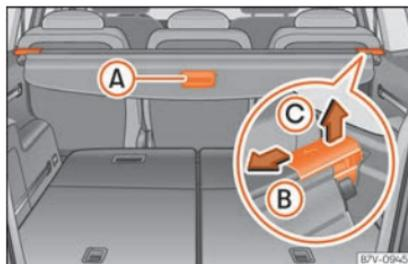

Fig. 168 Dans le coffre à bagages : plage arrière du coffre à bagages.
- Tirez légèrement la poignée vers l'arrière sur la plage arrière » » » **fig. 168**
- Déverrouillez la plage arrière dans le sens de la flèche »» fig. 168 (B).
- Appuyez sur la plage arrière dans le sens de la flèche »» fig. 168 (B).
- Déverrouillez la plage arrière dans le sens de la flèche »» fig. 168 (B), puis soulevez-la dans le sens de la flèche (C).